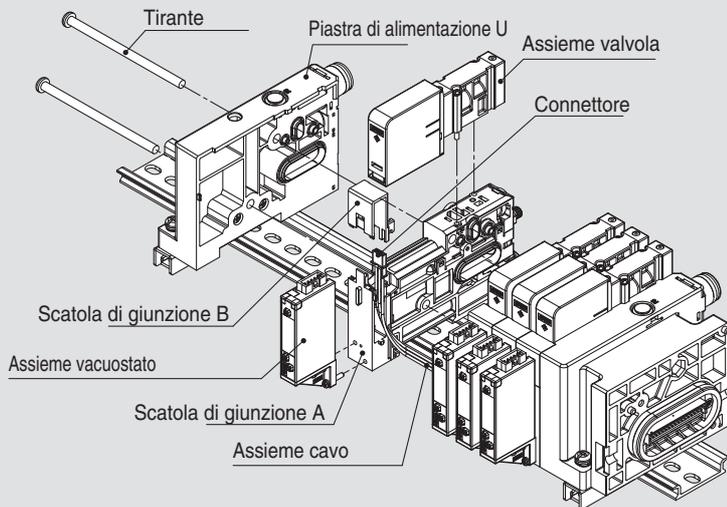

Fig. 1
- 4) Rimuovere l'assieme sensore se   presente. (Fare attenzione a non far cadere l'O-ring. Consultare Fig. 1.)
- 2) Rimuovere l'assieme sensore se   presente. (Fare attenzione a non far cadere gli o-ring. Consultare Fig. 1.)